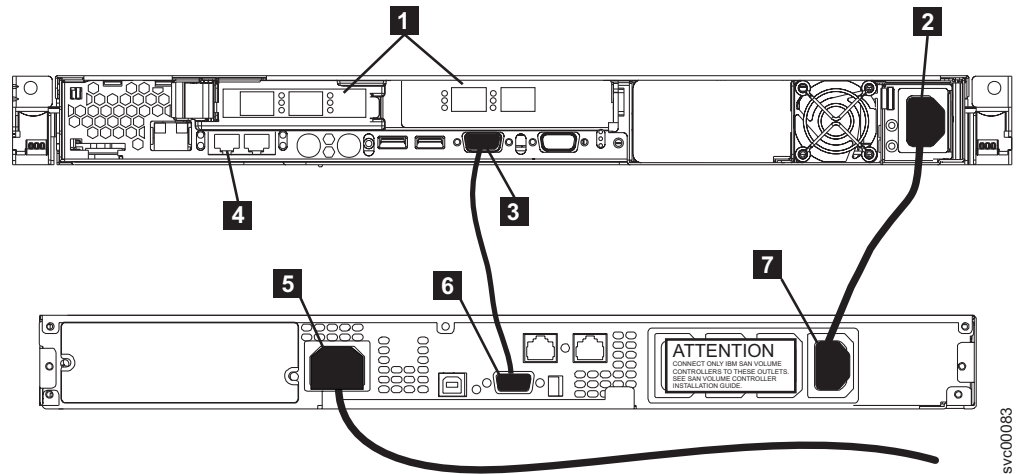

図 65. SAN ボリューム・コントローラー 2145-8F2 の電源ケーブルを 2145 UPS-1U に接続します。
1. SAN ボリューム・コントローラー 2145-8F4 または SAN ボリューム・コントローラー 2145-8F2 の背面で、電源/シリアル複合ケーブルを電源コネクタ **2** に差し込みます。101 ページの図 65を参照してください。